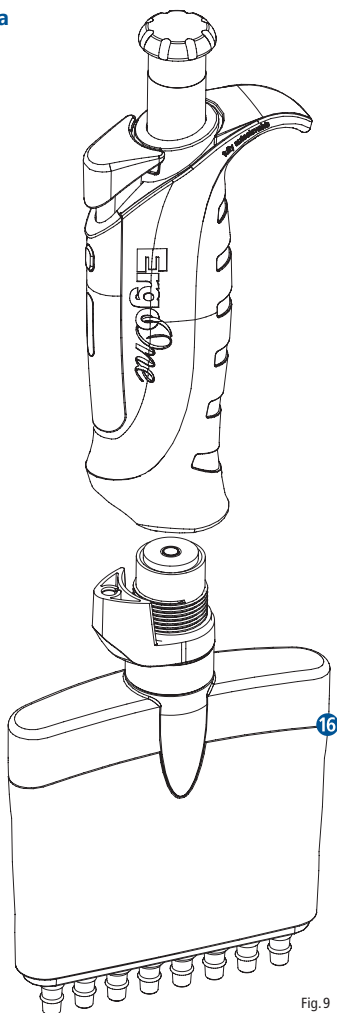

Fig.9
- Desatornille la parte inferior completa **16** girando en sentido horario (Fig. 9).